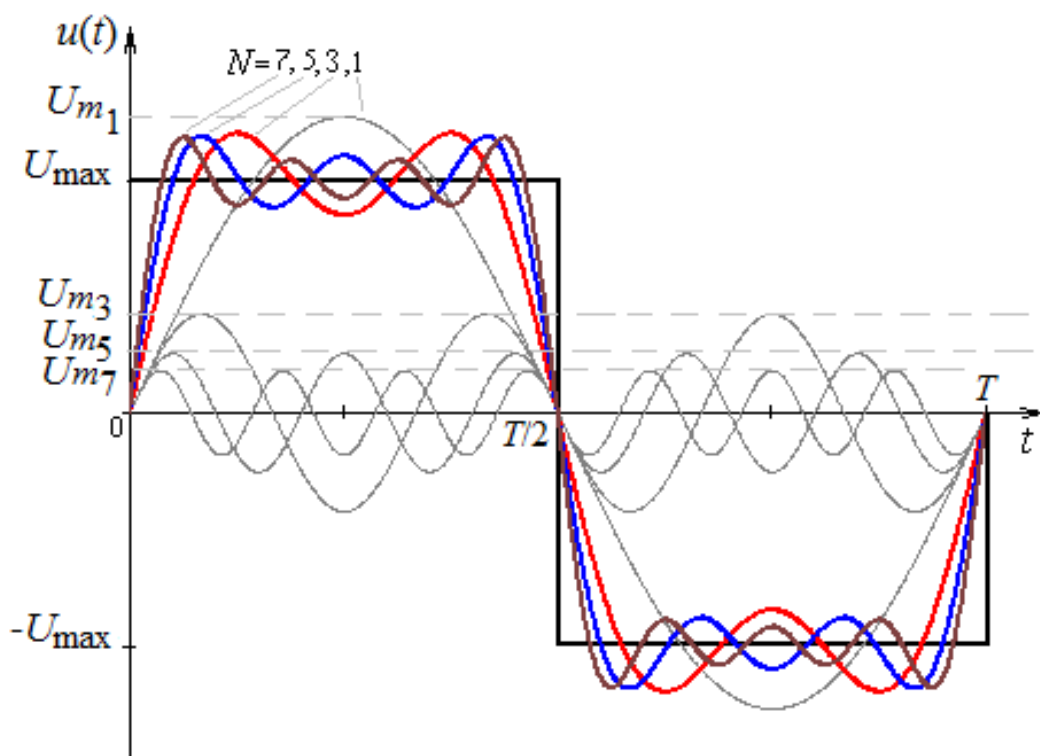

Рис. 1
График напряжения разнополярных импульсов $u(t)$ в виде **меандра** показан на рис. 1 (жирной линией).
Меандр (рис. 1) относится к частному случаю периодических кривых симметричных относительно оси абсцисс, т.е. $u(t) = -u(t+T/2)$, поэтому раскладываются в ряд, который не содержит постоянной составляющей и четных гармоник. Кроме того, представленная функция $u(t)$ симметрична относительно начала координат, т.е. $u(t) = -u(-t)$. Гармонические составляющие ряда (1) в этом случае определяются синусными составляющими.
На рис. 1 помимо графика напряжения меандра $u(t)$ показаны графики гармоник $u_{(1)}$, $u_{(3)}$, $u_{(5)}$, $u_{(7)}$ и сумма разного числа составляющих разложения в ряд Фурье. В работе для меандра ограничимся тремя гармониками, т.е. примем $u(t) \approx U_{1m} \sin \omega t + \frac{1}{3} U_{1m} \sin 3\omega t + \frac{1}{5} U_{1m} \sin 5\omega t$.